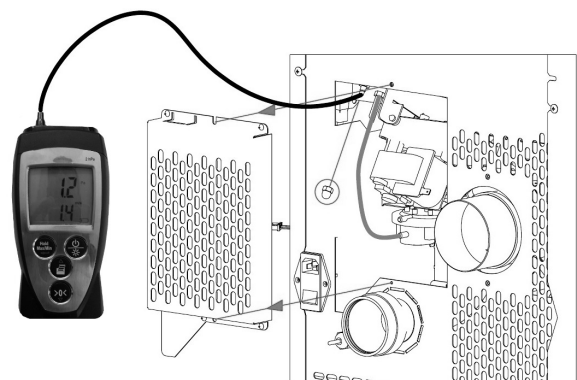

Fig. 26 - Collegamento pressostato digitale
- Collegare con un tubetto un pressostato digitale per rilevare la depressione (vedi **Fig. 26**).